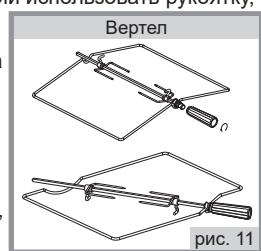

рис. 11
■ В зависимости от комфортности плиты могут комплектоваться вертелом различной конструкции со съемной рукояткой (рис.11). При установке и извлечении использовать рукоятку, которая накручивается на резьбовую втулку.